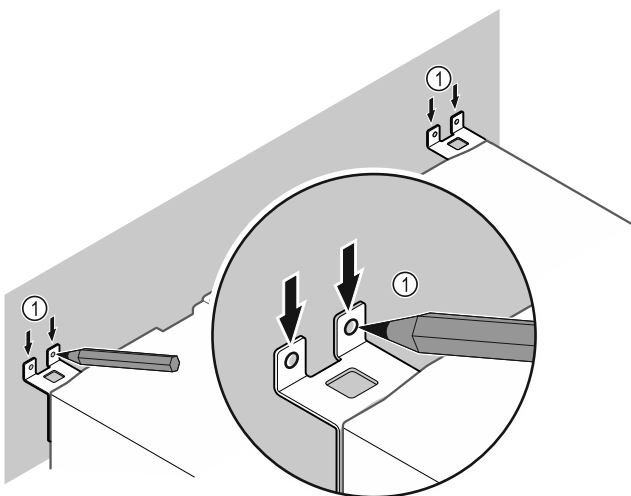

Fig. 12
- Tracer des repères sur le mur Fig. 12 (1).